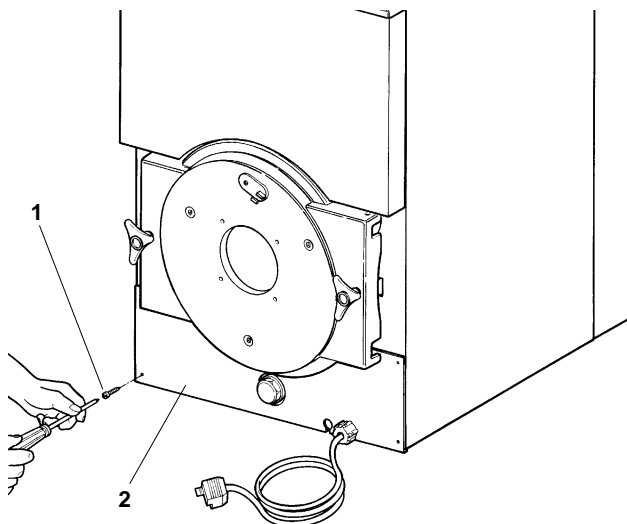

Рис. 14
4.11 (Рис. 14) Прикрепить нижнюю переднюю панель (2) при помощи 4 винтов-саморезов (1).